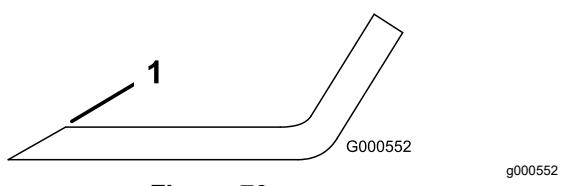

Figura 70
1. Utilize uma lima para afiar aresta de corte em ambas as extremidades da lâmina (Figura 70).
**Nota:** Se lâmina não estiver equilibrada, lime algum metal da extremidade da aba apenas (Figura 70).